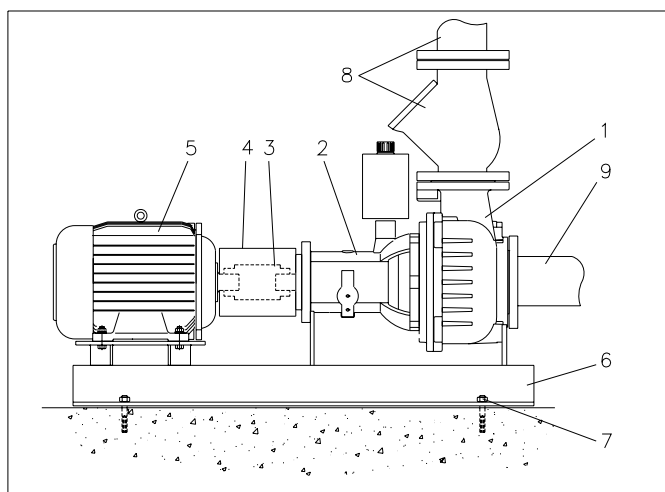

Fig. 7.1
(Voyez Figure 7.1).
- la plaque de base est fixée à la fondation au moyen des 4 trous de fixation (voyez Figure 7.1, poste 7)
Enlevez le capot de protection, voyez Figure 7.1, poste 4. Vérifiez l'alignement selon deux critères: